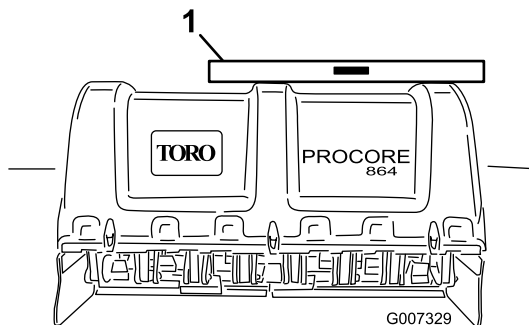

Figura 12
2. Collocate una livella sopra il telaio dell'arieggiatore per controllarne il livellamento laterale (Figura 12).